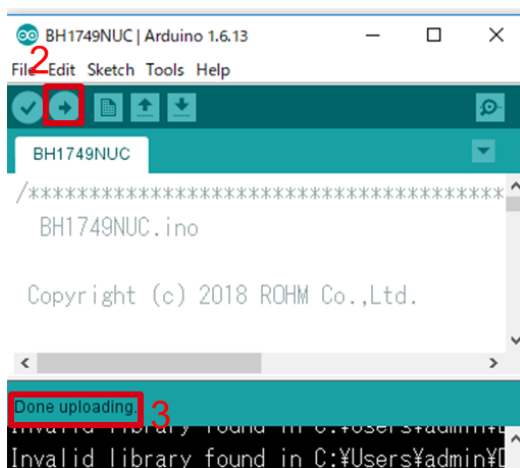

Figure 4. Upload 画面
2. 右矢印の Upload ボタンでプログラムの書き込み (Figure 4)
3. プログラムが正常に Upload できたか確認。赤枠部分のメッセージが"Done uploading"になっていることを確認 (Figure 4)